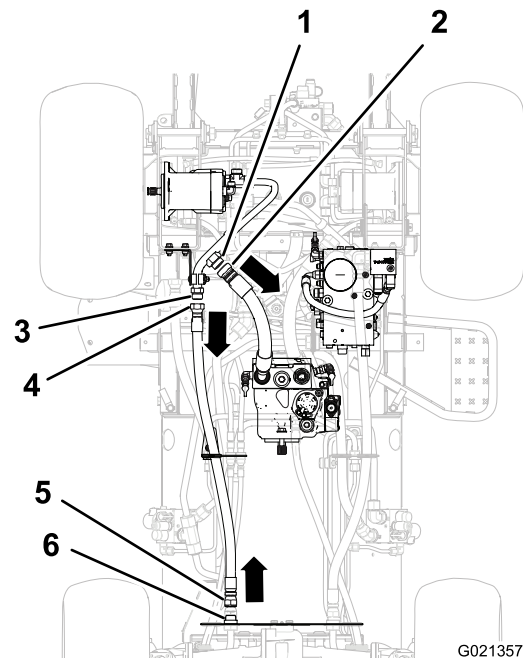

Bild 2
2. Schließen Sie das vordere Anschlussstück am Hydraulikdruckschlauch vom mittleren Anschlussstück am Verteilerschlauch ab und lassen Sie das Hydrauliköl aus dem Schlauch ablaufen (Bild 2).
4. Entfernen Sie das vordere Anschlussstück am Heckantriebschlauch vom hinteren Anschlussstück am Verteilerschlauch (Bild 2).
5. Entfernen Sie das hintere Anschlussstück am Heckantriebschlauch vom Schottanschlussstück im Schott in der Nähe der Lenkachse (Bild 2).